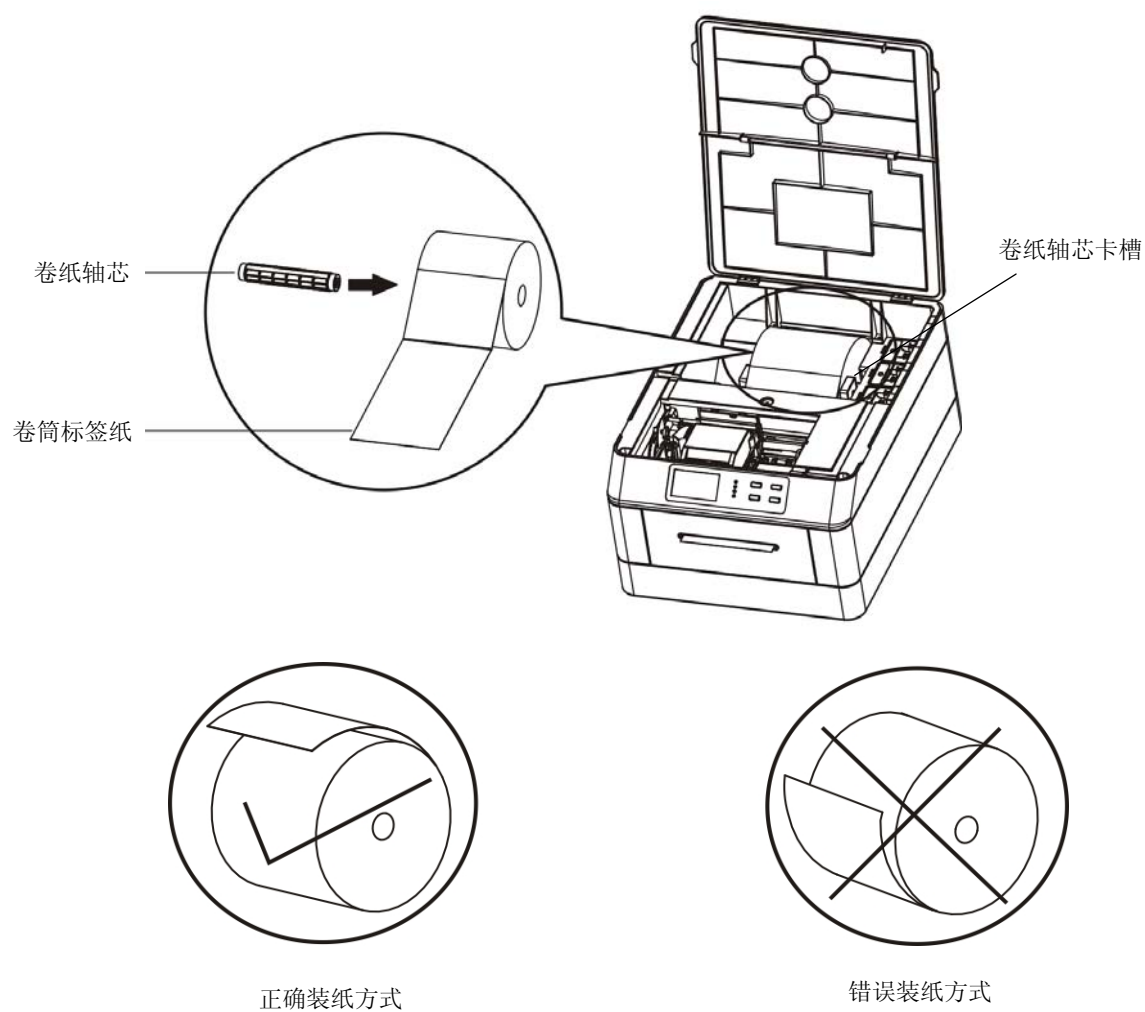

图 3-3 安装卷筒标签纸
(3) 根据标签纸的宽度，调整好纸宽限位组件位置，将卷纸轴芯正确装上卷筒标签纸，放进打印机的卷纸轴芯卡槽中。（如图 3-3 所示）。